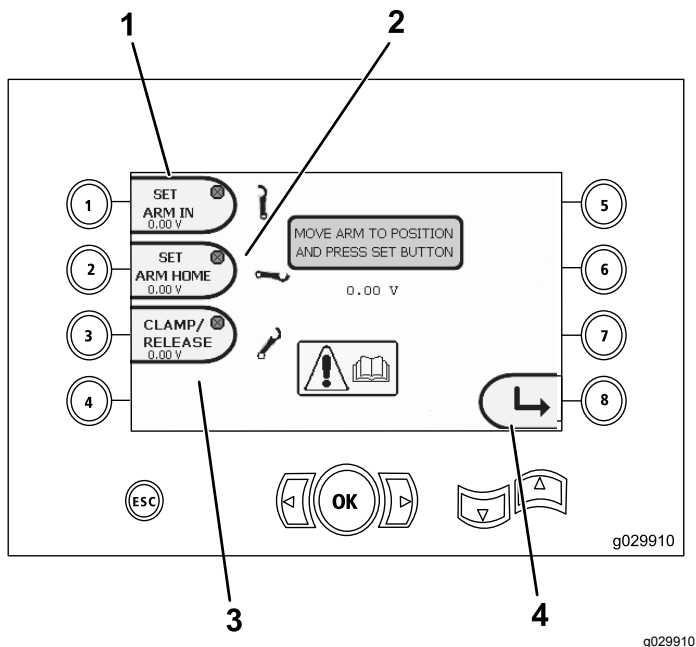

Рисунок 19
- Кнопка 1 – установка рычага в положение «Внутрь» (Рисунок 19)
- Кнопка 2 – установка рычага в положение «Исходное» (Home) (Рисунок 19)
- (Только в версиях программного обеспечения К и выше) Кнопка 3 – «Зажим/отпускание» (Рисунок 19)